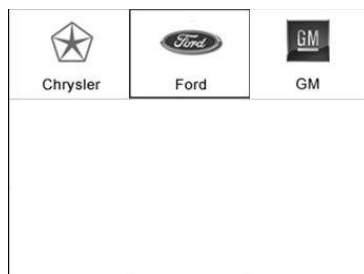

Figura 4.2
- 1) Seleccione el logotipo de **Ford** en la pantalla del coche marca. (Figura 4.2)